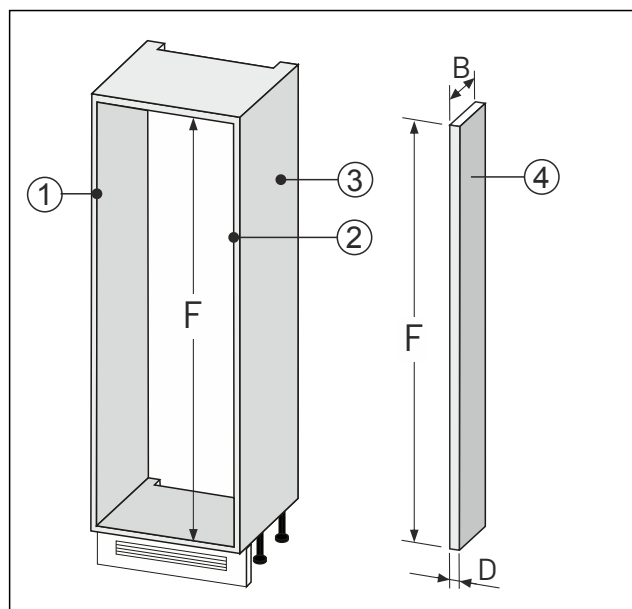

Fig. 86
- Réaliser le rattrapage de paroi Fig. 86 (4) selon les dimensions indiquées ci-dessus.